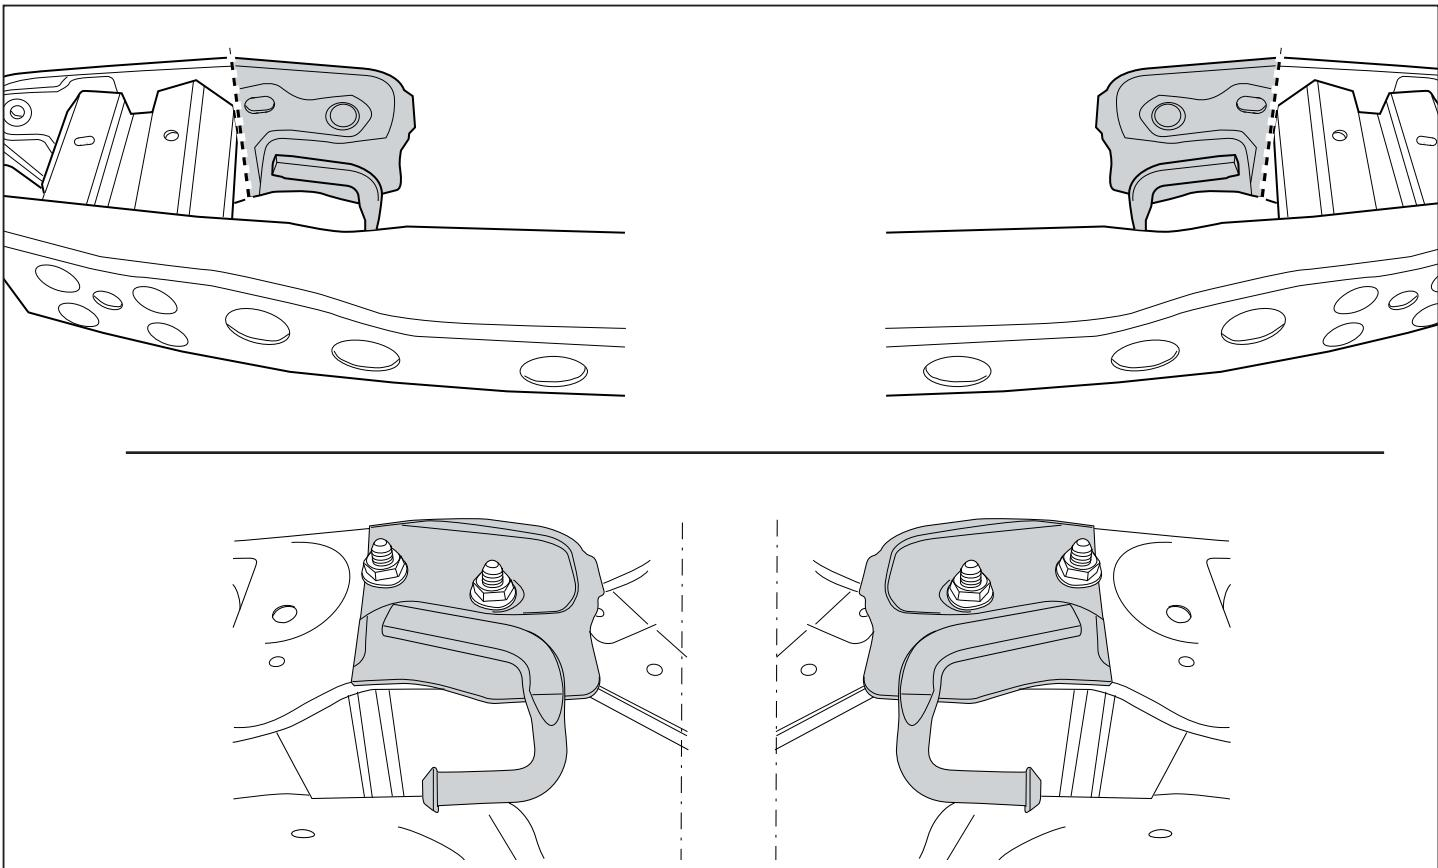

Fig.2
4. Отпилить обозначенные части, как указано на рис. 2. Закрепить подвески на задней стенке.